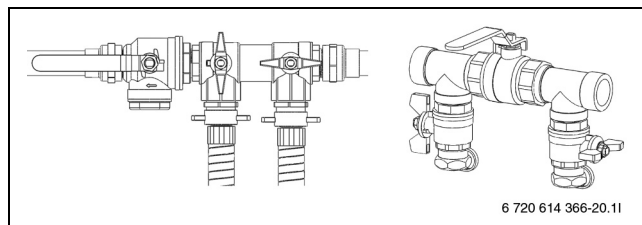

Рис. 30 Узлы заполнения в положении повышения давления
- ▶ После выпуска воздуха создайте в контуре давление. Установите краны узла заполнения в положение повышения давления и создайте давление в контуре от 2,5 до 3 бар (→ рис. 30).